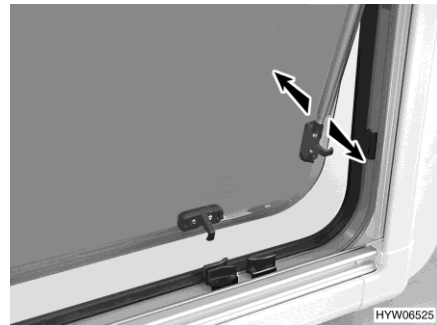

Fig. 52 Finestra apribile con deflettore automatico
- Aprire la finestra apribile fino al punto di arresto desiderato. Il deflettore automatico (Fig. 52) si innesta automaticamente in posizione.